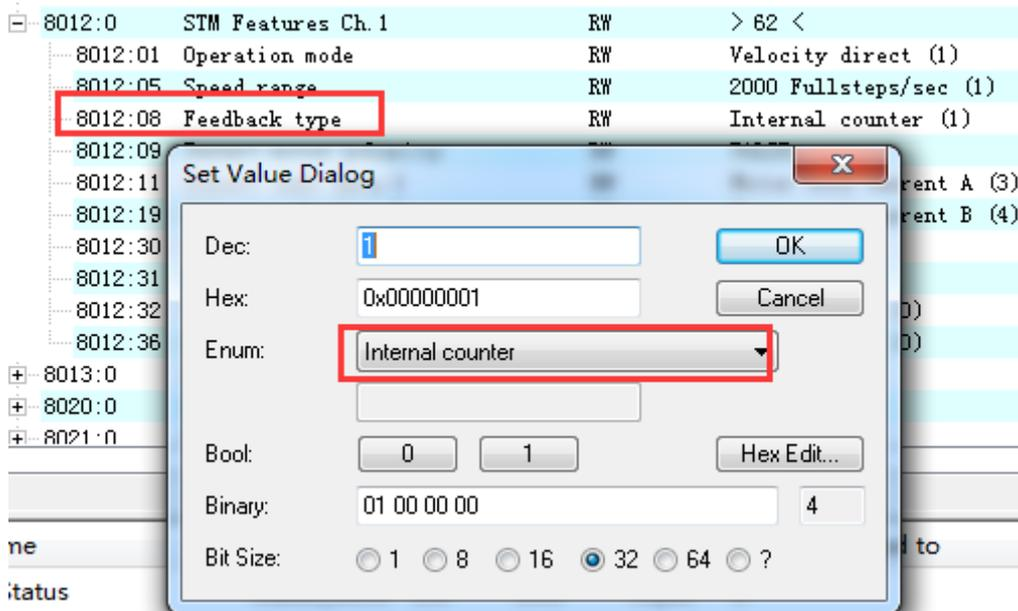

图 3-6
6、本次案例中，未接编码器，故 8012:08 设置成为内部计数（如图 3-6）；